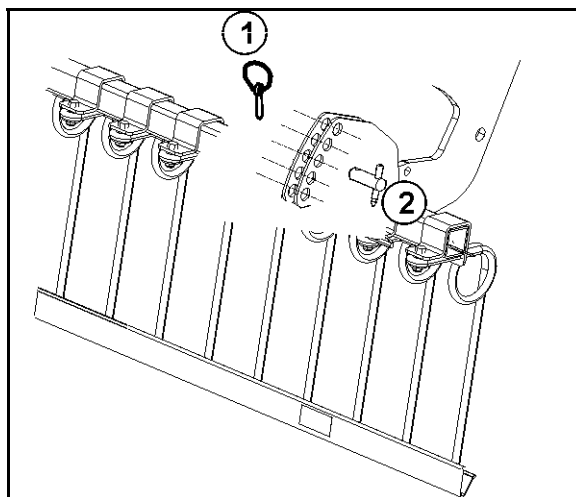

Bild 31
2. Lossa låssprinten (Bild 31/1).
3. Sätt inställningsbulten (Bild 31/2) i önskad position.